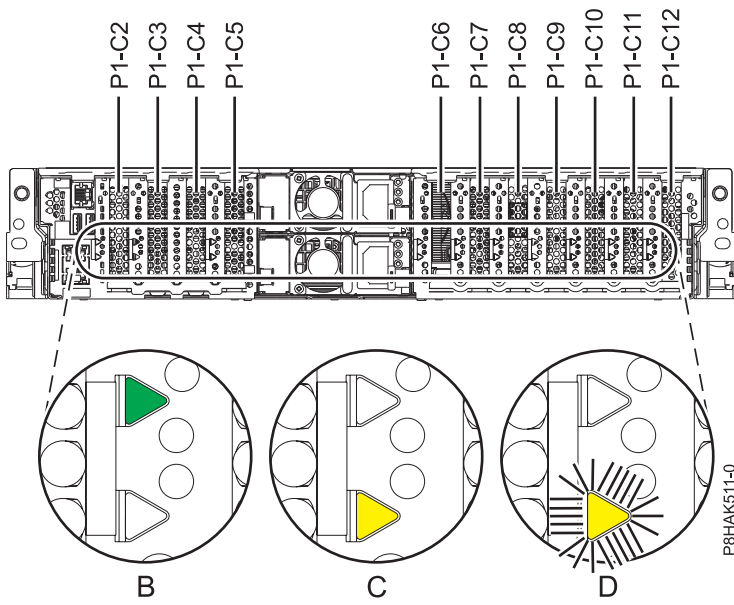

Figura 32. Ubicación de la ranura del adaptador PCIe y de los LED en el sistema 5148-21L, 5148-22L, 8247-21L, 8247-22L, 8284-21A o 8284-22A
Si está prestando servicio técnico para un adaptador PCIe anómalo, busque el LED ámbar parpadeante del adaptador PCIe anómalo para identificarlo. Consulte la Figura 32 en la página 52 que muestra el estado de los indicadores LED. Tenga en cuenta que el LED ámbar del adaptador PCIe anómalo está **parpadeando**, como se muestra en (D) en la Figura 32 en la página 52.
Atención: Si el adaptador PCIe está funcionando correctamente, el LED de actividad está **encendido** (verde) y el LED de error ámbar está **apagado**, como se muestra en (B) en la Figura 32 en la página 52. No intente extraer el adaptador PCIe en funcionamiento.